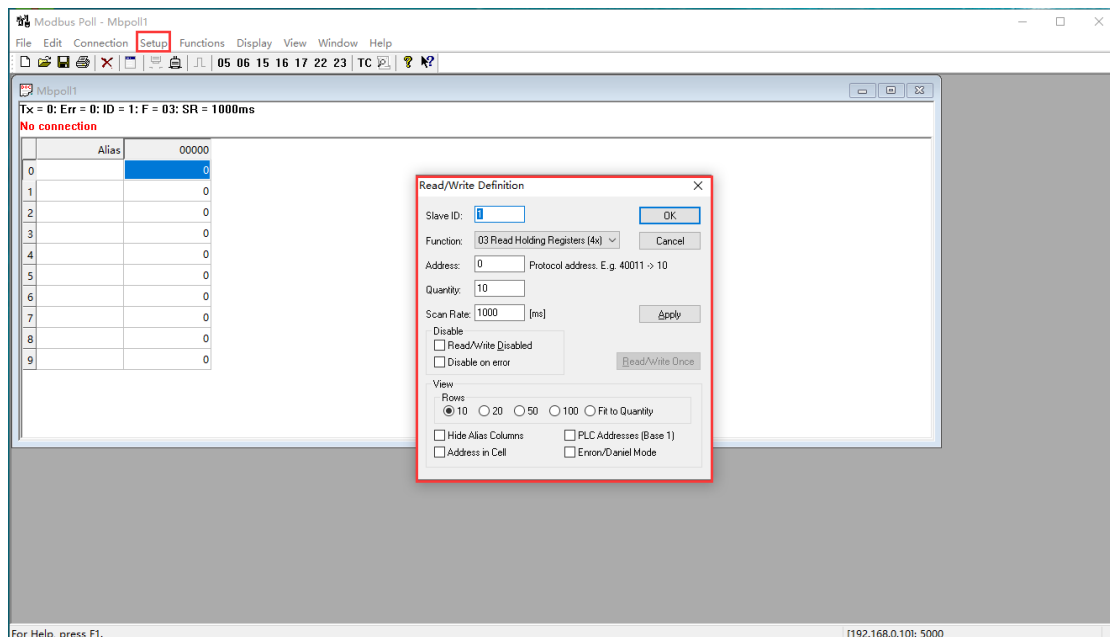

Abbildung 6-23 Modbus-Host erstellen
3) Stellen Sie die IP des PCs auf 192.168.0.1 (dieselbe wie die im Modul eingestellte Remote-IP) öffnen Sie das Tool "Modbus Poll" und stellen Sie die anderen Parameter wie in Abbildung 6-23 gezeigt ein, setzen Sie die ID auf 1 und wählen Sie 3 für den Funktionscode.